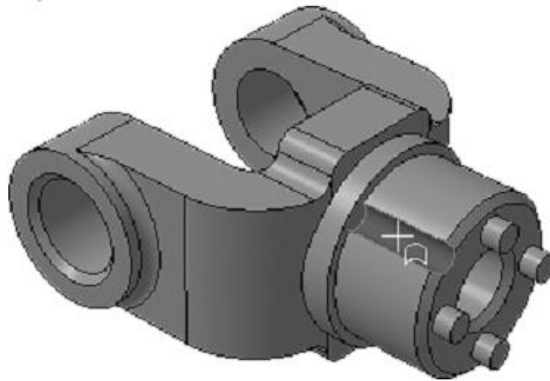

Рисунок 58.
2. Укажите грань канавки (рис. 58)